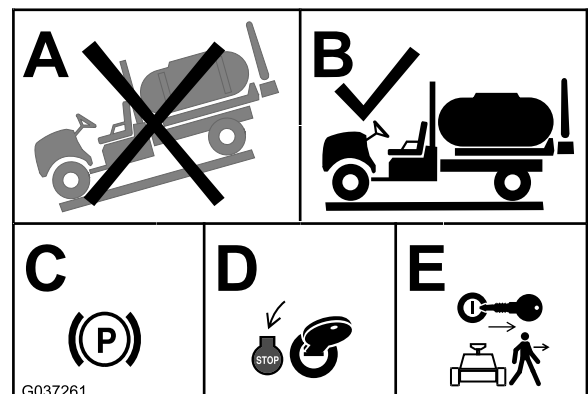

Figura 1
- Mova a máquina para uma superfície nivelada (A e B de Figura 1).
- Engate o travão de mão (C de Figura 1).
- Desligue o motor (D de Figura 1).
- Retire a chave da ignição (E de Figura 1).